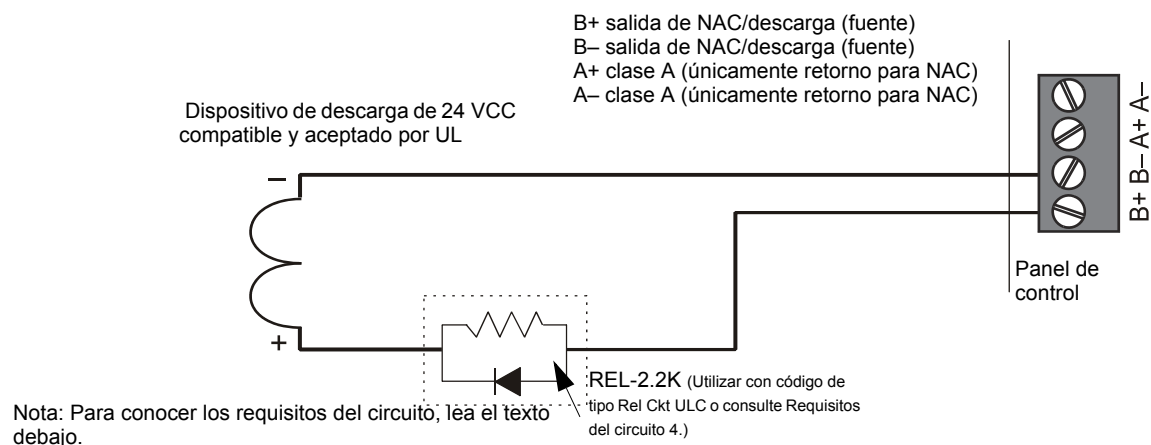

Figura 4.7 Conexión estilo 4 típica de un dispositivo de descarga al panel de control
- a) Use un dispositivo de supervisión en línea (n.º de pieza REL-2.2K) con circuitos de descarga en el panel de control. Conecte el dispositivo de fin de línea como se muestra en la Figura 4.7.